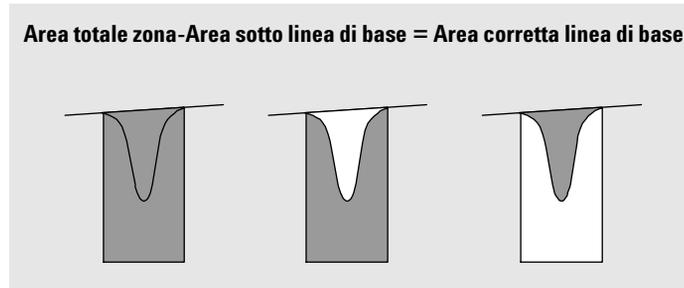

Figura 49 Misurazione dell'area di picchi negativi
- per i picchi tangenti (T), l'area al di sopra della linea di base reimpostata;
- per i picchi di solvente (S), l'area al di sopra dell'estensione orizzontale dall'ultimo punto della linea di base trovato ed al di sotto della linea di base reimpostata data ai picchi tangenti (T). Un picco di solvente può innalzarsi troppo lentamente per essere riconosciuto oppure può esserci un gruppo di picchi ben all'interno dell'analisi, che si desidera trattare come picchi di solvente, con un insieme di picchi guida. Ciò in genere coinvolge un gruppo di picchi uniti dove il primo è molto più grande del resto. Il semplice trattamento della perpendicolare esagererebbe i picchi successivi perché essi si trovano effettivamente sulla coda del primo picco. Forzando il primo picco affinché venga riconosciuto come solvente, il resto del gruppo viene interpolato fuori dalla coda;
- i picchi negativi che si trovano al di sotto della linea di base hanno un'area positiva come illustrato nella Figura 49 a pagina 157.